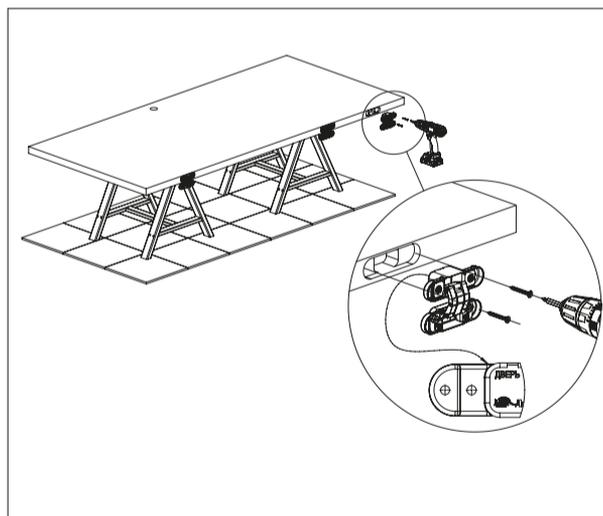

Рисунок 4 – Установка петель на дверь.
2. Установить петли в соответствующие пазы дверного полотна согласно маркировке и зафиксировать их саморезами 5×40 (см. рис.4).